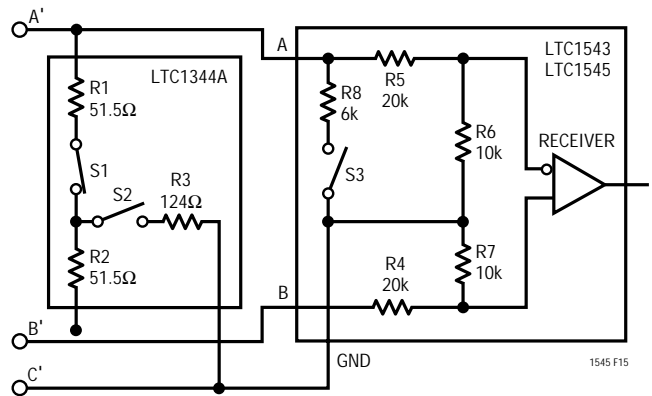

図15. V.11レシーバ構成
V.11モードでは図15に示すとおり、103 差動終端インピーダンスをケーブルに接続するLTC1344A内のS1を除く、すべてのスイッチがオフになります。